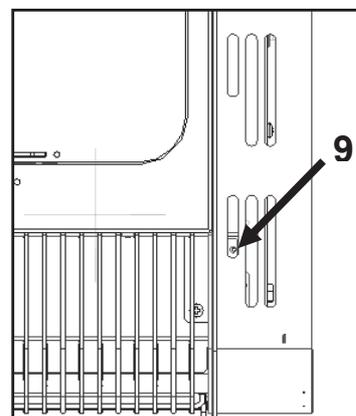

Figura 40 - Fijación de las envolventes Aspen
i) Por fin, fijar con un tornillo **C** (DIN 7981 4,2x9,5), en el orificio **9**, como indica a Figura 40.